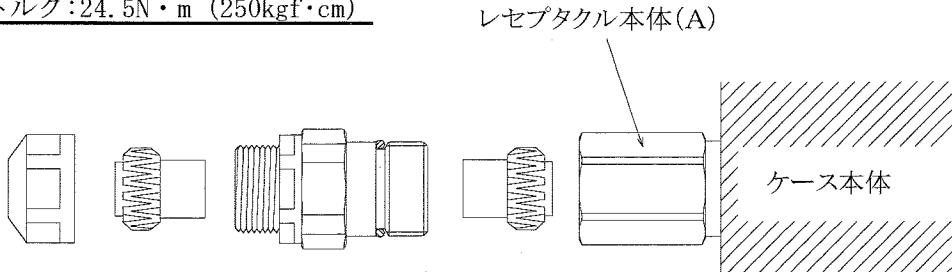

図 28 レセプタクルの取付
付属の光ファイバーレセプタクルを図 28 のように分解し、レセプタクル本体 (A) をケース本体へ締め付けます。締め付けトルク: 24.5 N·m (250kgf·cm)